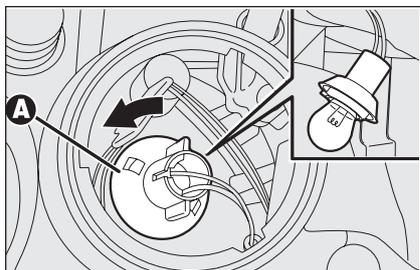

fig. 25
- ruotare in senso antiorario il portalamпада **A-fig. 25**, estrarre la lampada e sostituirla;